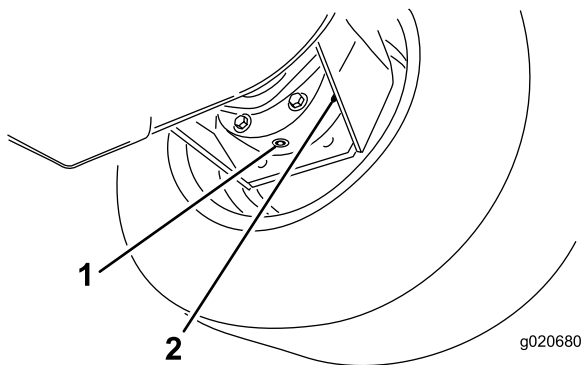

Bild 63
3. Stellen Sie eine Auffangwanne unter das Bremsgehäuse, entfernen Sie die Ablassschraube und lassen das Öl ablaufen (Bild 63).